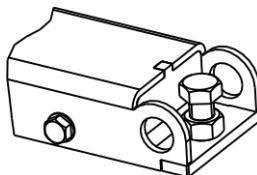

Рисунок 4.2
*① После транспортирования или хранения станка при температуре воздуха ниже +5 °C, необходимо перед распаковкой выдержать станок при температуре (25±10) °C в течение не менее 4 часов.*
4.2.2 Установить станок на ровное жесткое основание, допустимое отклонение основания от горизонтали – 0.5° (8 мм на 1 метр), так, чтобы все опоры станка касались основания. Это обеспечивается при помощи 2-х регулируемых опор (рисунок 4.2).